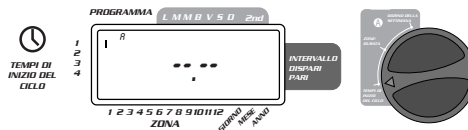

FIGURA 5: Visualizzatore a cristalli liquidi con orario di avvio
- Il visualizzatore mostrerà —:— ed un cursore lampeggiante nella posizione **INIZIO 1** [vedi figura 5].